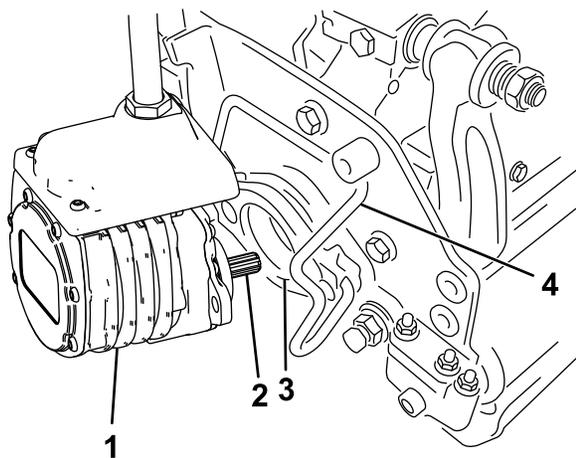

Figure 53
6. Enduisez de graisse propre l'arbre cannelé du moteur de l'unité de coupe (Figure 53).
7. Insérez le moteur dans le côté gauche de l'unité de coupe (vu de la position de l'utilisateur) et tirez la barre de retenue du moteur située sur l'unité de coupe vers le moteur jusqu'à ce que vous entendiez un déclic des deux côtés du moteur (Figure 53).